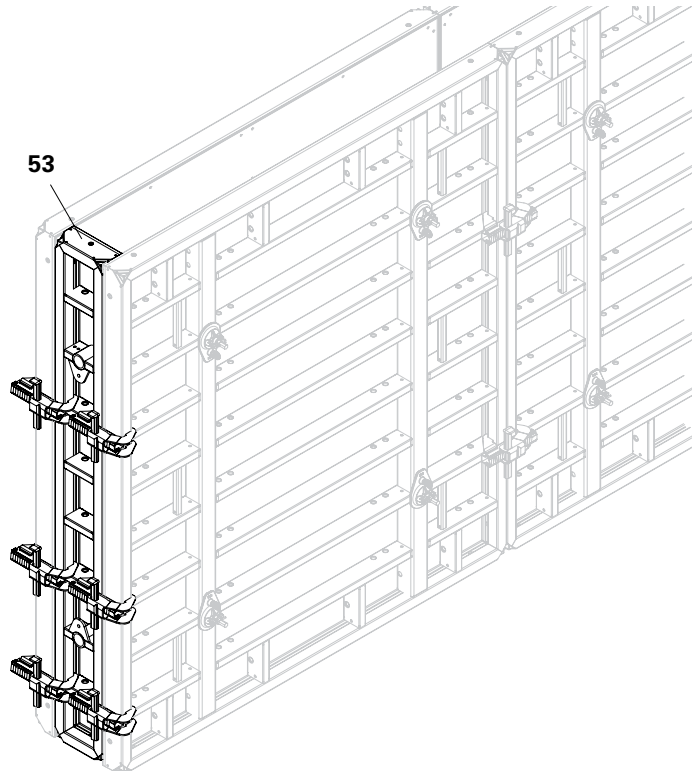

Fig. B7.01
come testata fermagetto (53) per pareti di spessore pari a 30 cm. (Fig. B7.01)